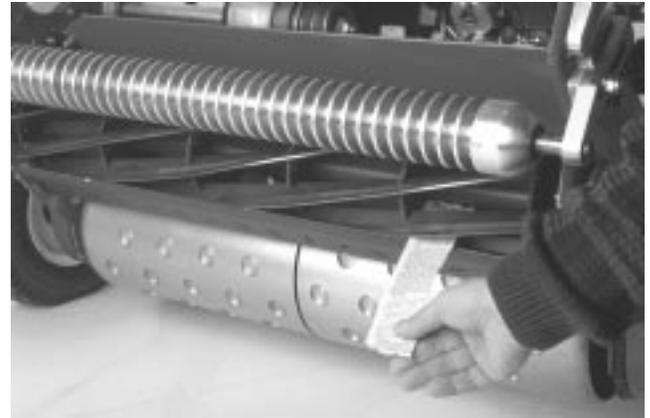

Bild 12
4. Führen Sie an beiden Seiten der Spindelvorderseite einen langen Streifen Papier zwischen der Spindel und dem Untermesser ein (Bild 12). Drehen Sie die Spindel langsam vorwärts. Drehen Sie gleichzeitig die Schnittleisteneinstellschraube im Uhrzeigersinn (an demselben Ende der Spindel um jeweils einen Klick, bis das Papier an einer Seite der Spindel leicht festgehalten wird, wenn es von vorne parallel zum Untermesser eingeschoben wird. Das führt zu einem leichten Widerstand, wenn Sie am Papier ziehen (Bild 11)).
6. Vergewissern Sie sich nach dieser Einstellung, dass die Spindel Papier einklemmen kann, das von vorne eingeführt wird, und Papier schneiden kann, das im rechten Winkel vom Untermesser eingeführt wird (Bild 12). Papier müsste sich mit minimalem Kontakt zwischen Untermesser und Spindelmessern schneiden lassen. Wenn der Spindelwiderstand zu hoch ist (mehr als 0,79 Nm), schärfen oder fräsen Sie das Schneidwerk, um die für genaues Schneiden erforderlichen scharfen Kanten zu erhalten. Weitere Informationen finden Sie in der Toro Bedienungsanleitung für das Schärfen der Spindeln.